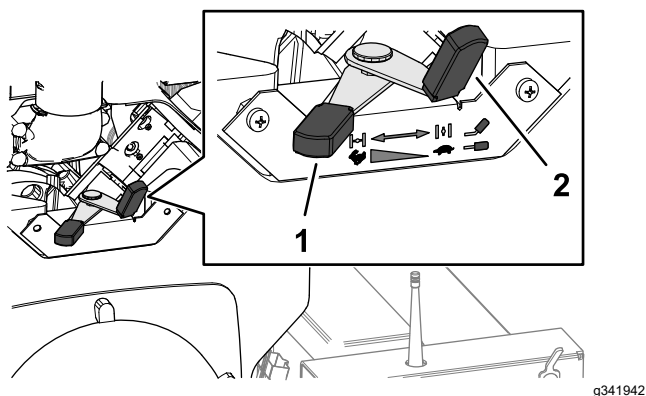

Figure 15
2. Si le moteur est froid, placez la commande de starter (Figure 15) en position HORS SERVICE.
3. Réglez la commande d'accélérateur à mi-course entre les positions bas et haut régime (Figure 15).